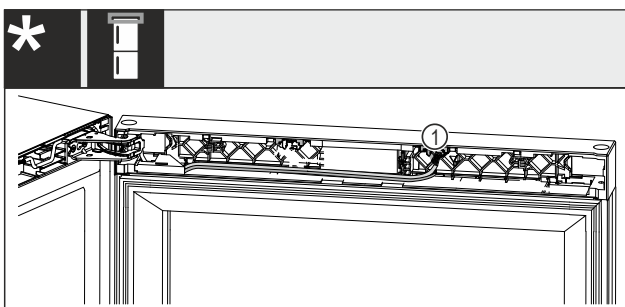

Fig. 19 Chłodziarka do wina z zamrażarką
- ▶ Wyciągnąć wtyczkę Fig. 19 (1) z gniazda.